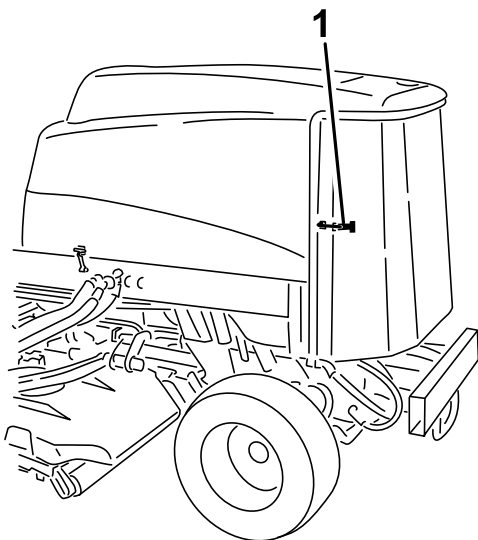

Figura 91
1. Destranque e abra o painel traseiro (Figura 91).